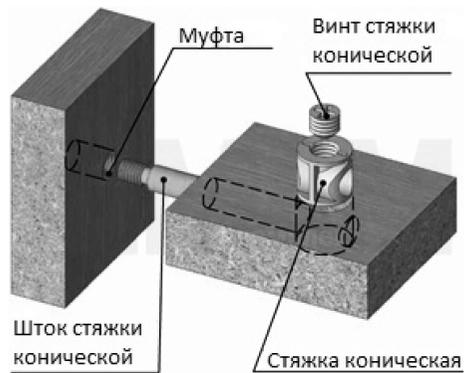

Рис.4
5. Вкрутите муфты М6 в плоскостные отверстия деталей 1, 2; в муфты вкрутите штоки стяжек конических. Вставьте стяжки конические в детали 8 и 10 (Рис.4).